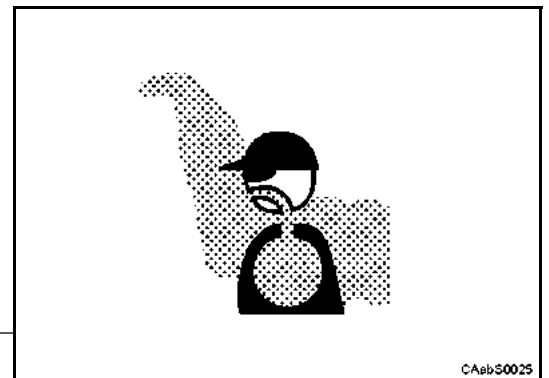

Fig. 6
- 4 Non inalare sostanze chimiche in concentrazioni pericolose per la salute (Fig. 6); ventilare gli ambienti in cui si utilizzano solventi con componenti chimici volatili o spray.
- 4 Do not inhale chemical substances in dangerous concentration for the health care (Fig. 6); ventilate the environments in which sprays and solvents, with volatile chemical substances, are used.